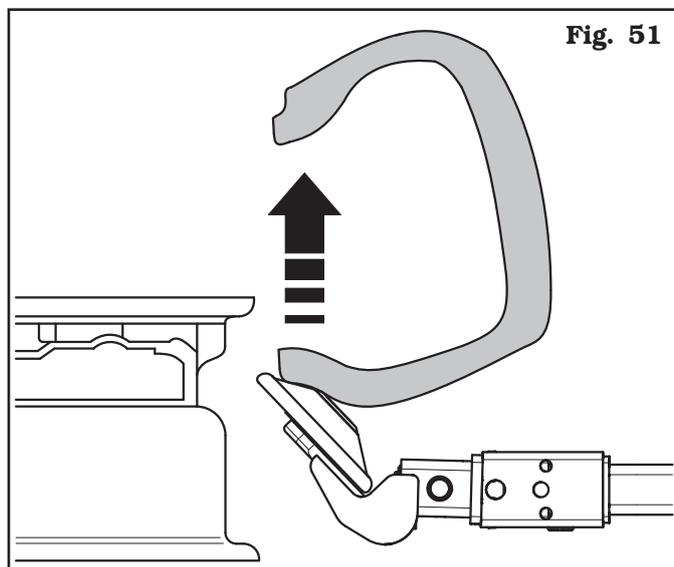

Fig. 51
1. Far salire rullo e pneumatico in corrispondenza del bordo del cerchio (vedi **Fig. 51**);